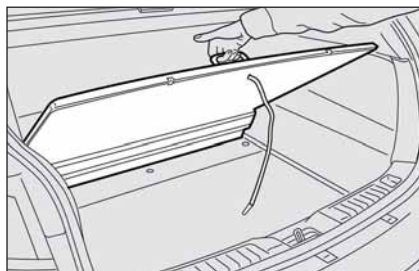

fig. 2
- l'aide de la poignée prévue, soulever le plan de charge (si prévu), comme illustré sur la **fig. 2**;